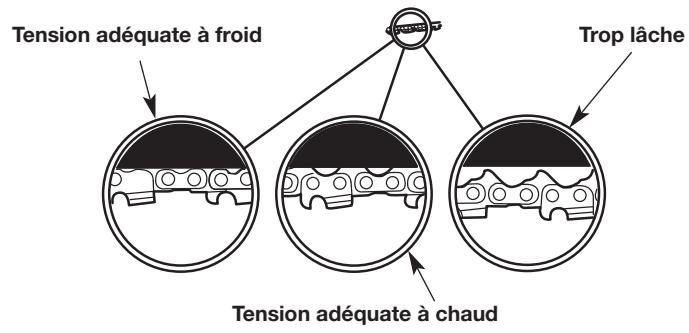

Fig. 25
La tension de chaîne souhaitée dépend de la température de la chaîne (Fig. 25).
- Réglage à froid de la tension de la chaîne - La chaîne de la tronçonneuse doit être bien ajustée contre le dessous du guide-chaîne. Il ne doit y avoir aucun fléchissement (Fig. 25).
- Réglage à chaud de la tension de la chaîne - La chaîne de scie s'allongera tandis qu'elle s'échauffe pendant le fonctionnement. Les maillons d'entraînement doivent prendre d'environ 1,3 mm (1/16 de po) de la rainure de guide-chaîne (Fig. 25).